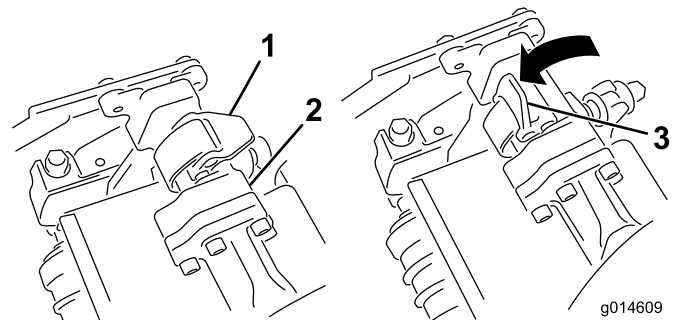
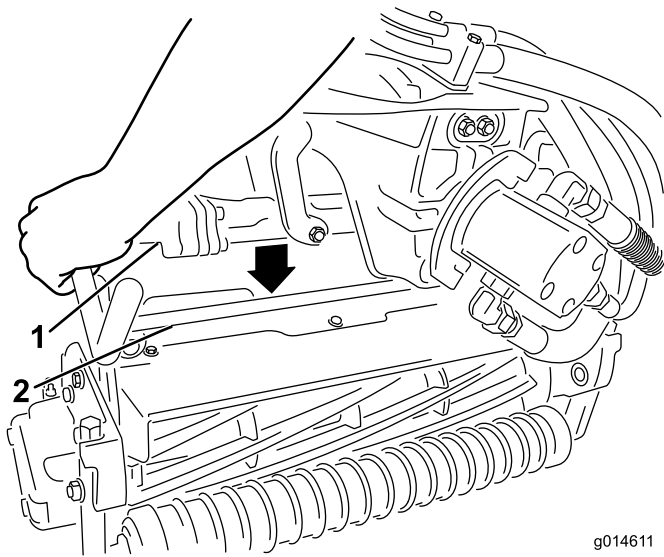

Figura 13
Figura 14
9. Com os fechos na barra do braço de suspensão a apontar para cima (i.e. abertos) (Figura 13), empurre o braço de suspensão para baixo de forma a que a barra passe pela barra através da parte superior da unidade de corte (Figura 14).
10. Feche os fechos para baixo e em redor da barra da unidade de corte e bloqueie-os no sítio (Figura 13).